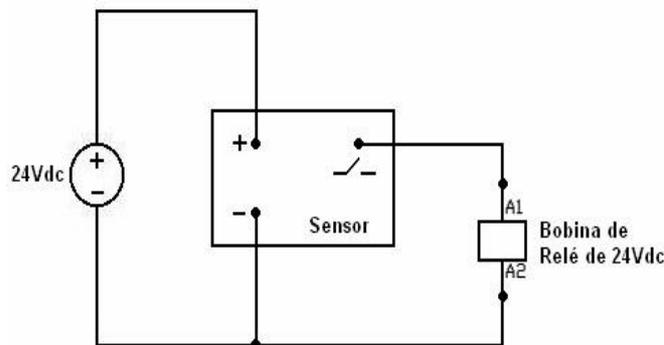

Figura 5. Esquema para la conexión de los sensores a 24Vdc.
1. Implemente el circuito de la figura 5.